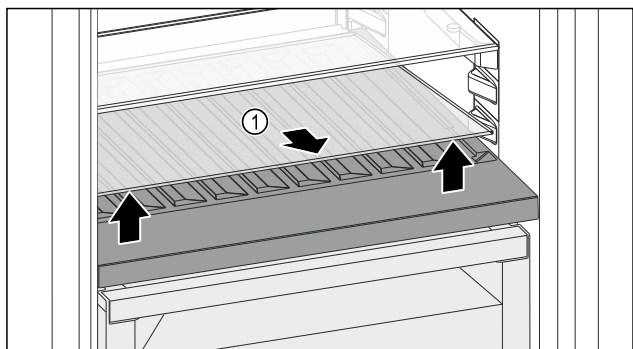

Fig. 192
- Sollevare il ripiano di vetro Fig. 192 (1) dall'incavo anteriore e rimuoverlo.
- Conservare il ripiano di vetro *Fig. 192 (1)* fuori dall'apparecchio in un luogo sicuro.